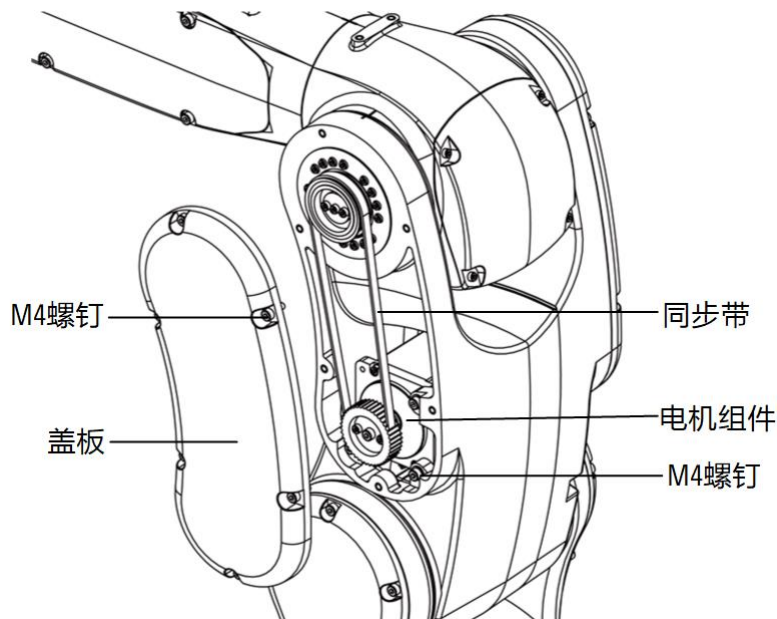

图 10-5 J3 轴同步带更换示意图
- 步骤4. 拆卸操作机盖板及 6 颗螺钉，如图 10-5 所示。